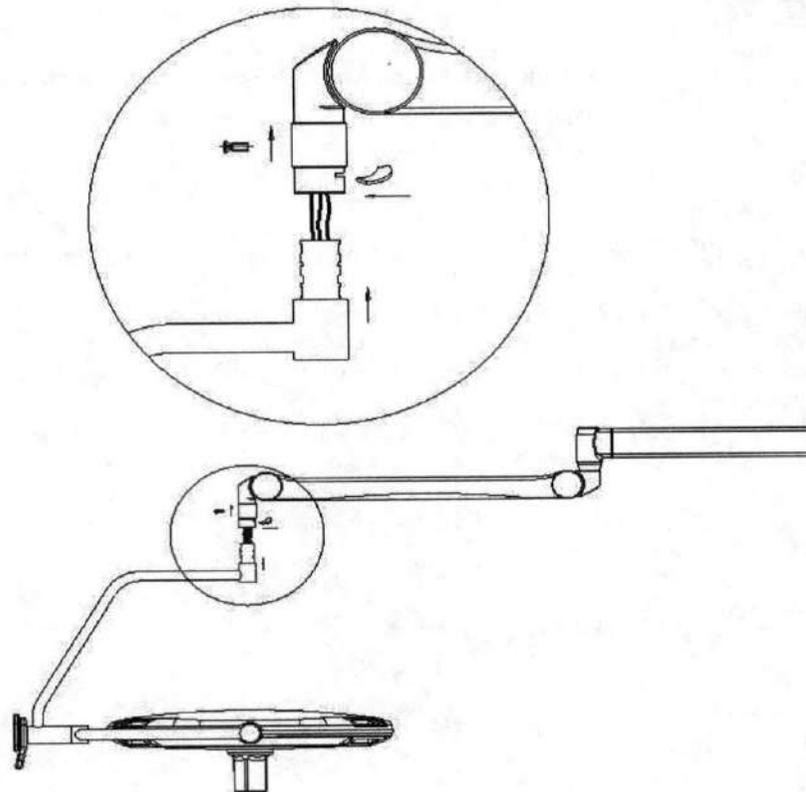

Figura 4-5 Serie OL96 LED sin pantalla de montaje de lámpara de cirugía
- Retire los tornillos y las arandelas dentadas con un destornillador Phillips y deslice el manguito hacia arriba para quitar la placa de límite. (Figura 4-5)
- Use un destornillador de borde plano para quitar el bloque de límite debajo del brazo de resorte para que la lámpara pueda moverse hacia arriba y hacia abajo. (Figura 4-5)